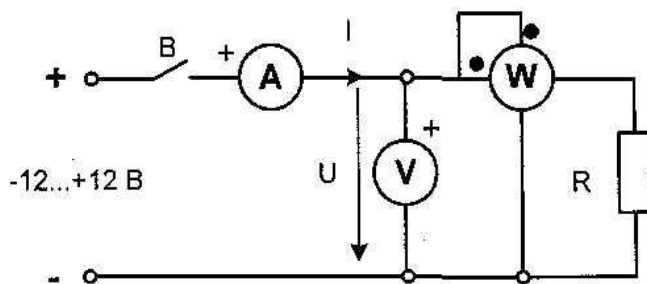

Рис.1.1 Принципиальная схема
2. Соберите цепь в соответствии с принципиальной схемой (рис.1.1) и монтажной схемой (рис. 2), установив в наборную панель миниблок с заданным сопротивлением (табл.1.1). Запишите значение сопротивления в таблицу 1.2.